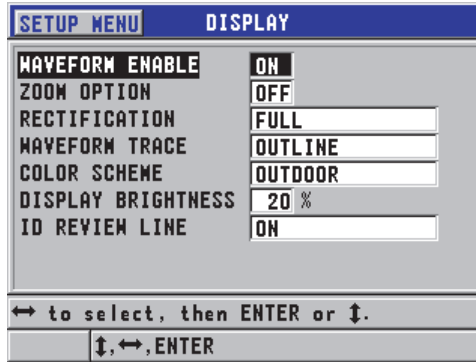

Figura 4-4 Tela DISPLAY
2. Na tela **DISPLAY** (veja Figura 4-4 na página 57), selecione o parâmetro e das seguintes opções:
2. Na tela DISPLAY (veja Figura 4-4 na página 57), ajuste o COLOR SCHEME para INDOOR ou OUTDOOR.
2. Na tela **DISPLAY** (veja Figura 4-4 na página 57), defina **DISPLAY BRIGHTNESS** para o nível de porcentagem desejado.